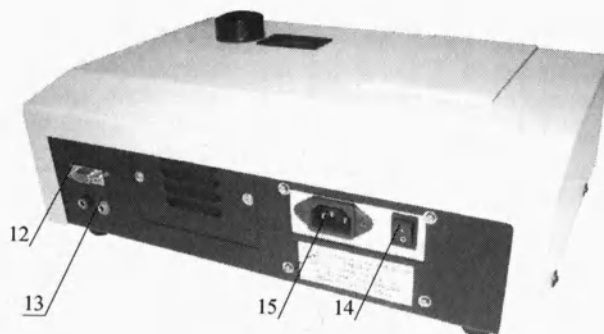

Рис.2 Внешний вид прибора
4.3 Внешний вид прибора показан на рис. 2.
4.3.1. На передней панели прибора (см. рис. 2) расположены:
- 4- цифровое 4-х-значное жидкокристаллическое табло, предназначенное для отображения информации об абсорбции (оптической плотности) (A), коэффициенте пропускания (T), концентрации (C), факторе калибровки (F), скорости изменения оптической плотности (AF) или концентрации (CF) в зависимости от режима, в котором работает оператор, а также для отображения вводимых с клавиатуры прибора данных;